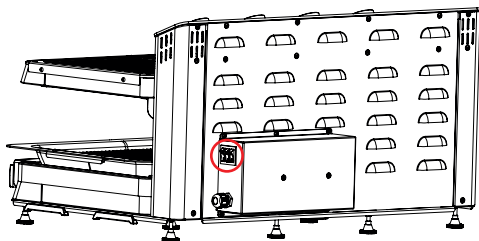
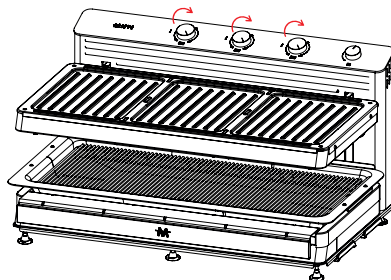

Figure 22
Figure 23
- Si votre produit ne fonctionne pas après avoir été branché à la prise électrique, assurez-vous que les interrupteurs marche/arrêt (I) sont en position.
• Si le commutateur marche/arrêt (I) est en position (Figure 22), augmentez la puissance du régulateur de puissance (Figure 23). Si le produit ne fonctionne toujours pas, assurez-vous que le plateau mobile est correctement positionné dans le produit.